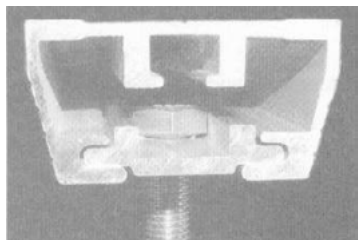

figura 2
2. Inserire il bullone da 8 mm nella piastra di scorrimento. Far scorrere la piastra e il bullone nell'estrusione di montaggio. Vedere la figura 2.